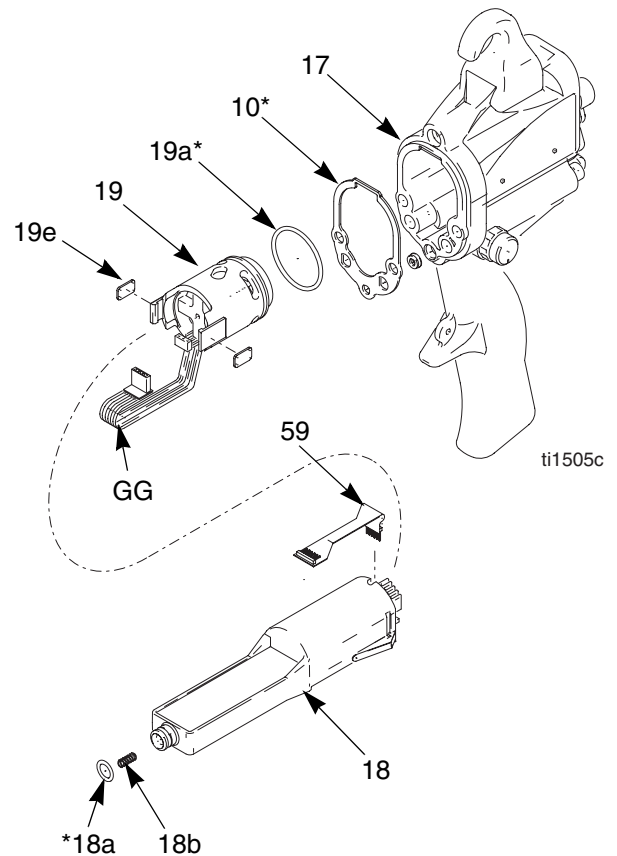

Abb. 30. Hochspannungserzeuger
3. Den Hochspannungserzeuger (18) mit der Hand fassen. Hochspannungserzeuger/Generator mit einer vorsichtigen seitlichen Bewegung aus dem Pistolengriff (17) lösen und dann vorsichtig gerade herausziehen. *Nur an Smart-Modellen* die elastische Schaltung (59) aus der Buchse oben am Griff (17) lösen. Siehe ABB. 30..
4. Den dreipoligen Stecker (GG) vom Hochspannungserzeuger abziehen. Den Wechselstromgenerator nach oben schieben und vom Hochspannungserzeuger abnehmen. Hochspannungserzeuger und Wechselstromgenerator auf Schäden überprüfen. *Nur bei den Smart- Modellen* die 6-polige biegsame Leitung (59) vom Hochspannungserzeuger abnehmen.